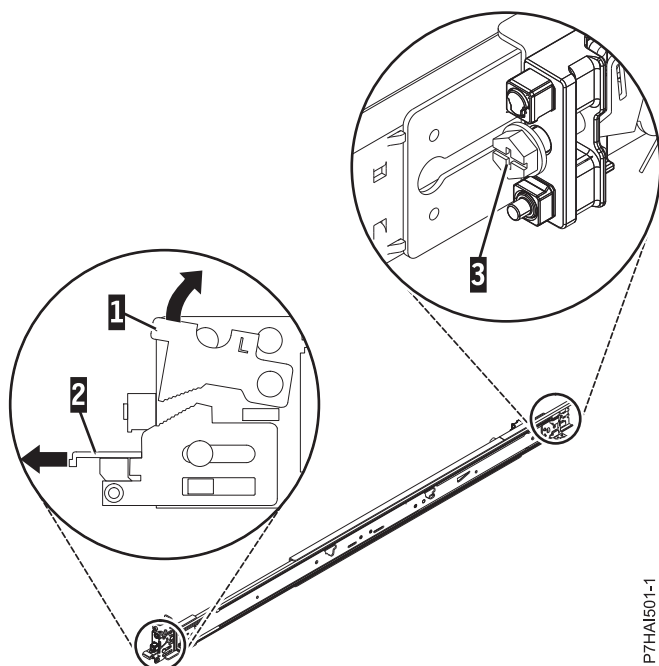

図 2. 前部ラッチを開いて後部のねじを取り外す
2. 前面のロッキング・タブ **(1)** を押し上げて、レールの前部にある前面ラッチ **(2)** を引き出します。次に、レール **(3)** の後部からねじを取り外します。詳しくは、 5 ページの図 2 を参照してください。